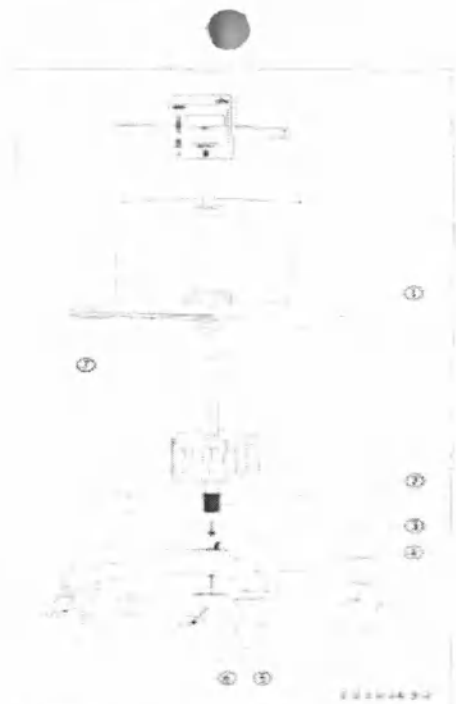

Рис.3-2. Сборка симметрирующего блока
Проведите монтаж элементов системы в порядке, представленном на рис.3-2.
См. рис.3-2
При вращении необходимо следить за тем, чтобы не повредить кабели. Извлеките из коробки 3 (малой) блок насоса. Установите его в середину несущего столика так, чтобы задняя стенка насоса касалась заднего узла крепления столика (см. рис.3-2 (7)).